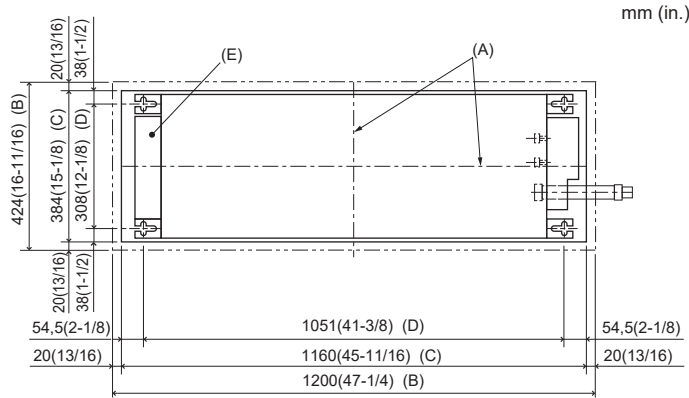

Fig. 3-2
3.2. Apertura del techo y ubicación de los tornillos de suspensión (Fig. 3-2)